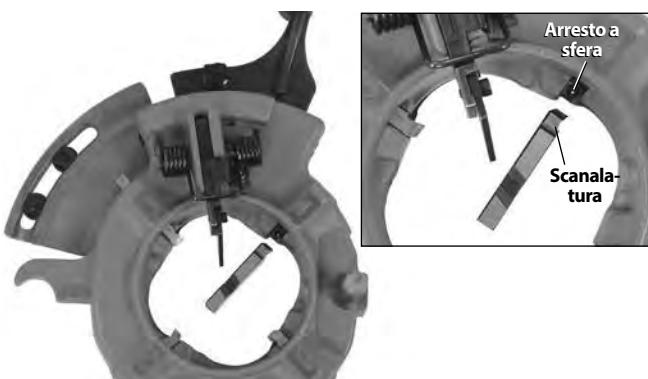

Figura 16 – Inserimento dei plettini
- Rimuovere i plettini dalla testa portapettini. Inserire gli opportuni plettini nella testa portapettini, con il margine numerato rivolto verso l'alto. I numeri sui plettini devono corrispondere ai numeri sulle fessure della testa portapettini (vedere Figura 16). Le fessure dei plettini presentano un arresto a sfera che si incarta con la fessura sui plettini quando sono propriamente installati. Sostituire sempre i plettini come set - non mescolare plettini provenienti da set diversi.